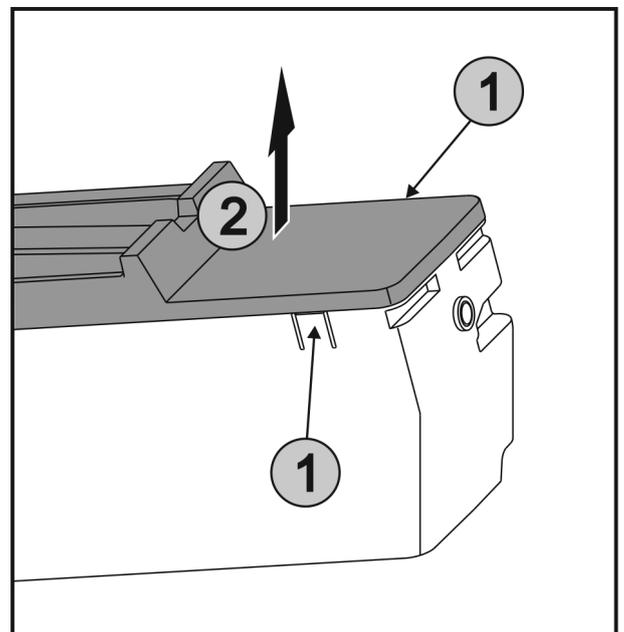

Fig. 83
- ▶ Laschen Fig. 83 (1) an den beiden Seiten von EasyTwist-Ice gleichzeitig drücken und die Abdeckung Fig. 83 (2) nach oben entnehmen.